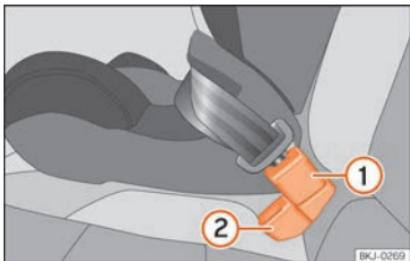

Fig. 28 Posición del cierre del cinturón en el asiento trasero
- Para que los cinturones queden correctamente colocados, los cierres no deben retorcerse »» **fig. 28**.
- Coloque el cierre del cinturón de la plaza central »» **fig. 28 ①** detrás del cierre del cinturón de la plaza lateral »» **fig. 28 ②**.
- Enganche la lengüeta del cinturón de seguridad de la plaza central en el cierre del cinturón de la plaza central »» **fig. 28 ①** hasta oír cómo encaja.